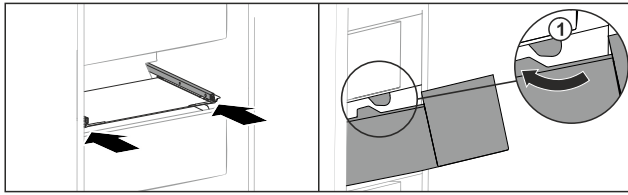

Fig. 135
- ▶ Schubfach um die Stopper Fig. 135 (1) herumführen.